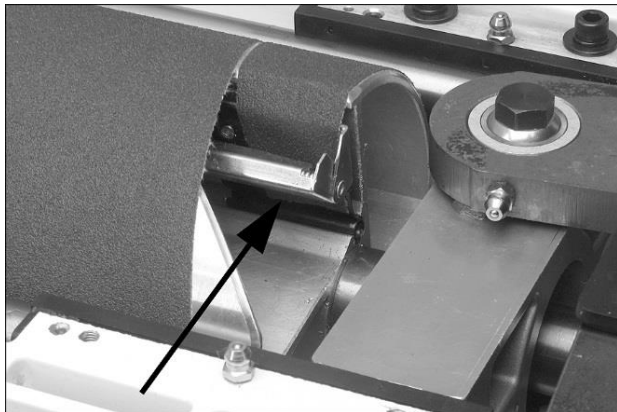

Рис. 6-9
5. Прижмите внутренний затягивающий рычаг (Рис. 6-9) и вставьте задний конец ленты до конца настолько, это возможно. При необходимости отрежьте клиновидный конец абразивной ленты.